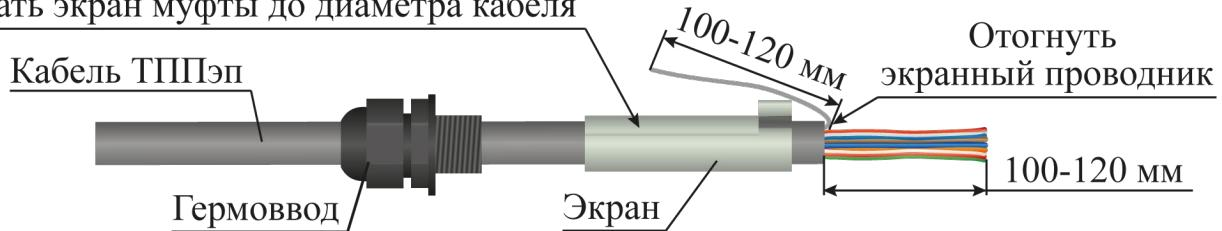

Рисунок 4.16
– надеть на оболочку кабеля ТППЭп в следующей последовательности: гермоввод, экран устройства оконечного (рисунок 4.16);
– обжать экран устройства оконечного до диаметра кабеля ТППЭп с помощью плоскогубцев (рисунок 4.16);
– снять оболочку со свободного конца кабеля ТППЭп (с кабеля ТППбЭп снять белую и черную оболочки) длиной 100 - 120 мм (рисунок 4.16);
– экранный проводник отвести в сторону (рисунок 4.16);